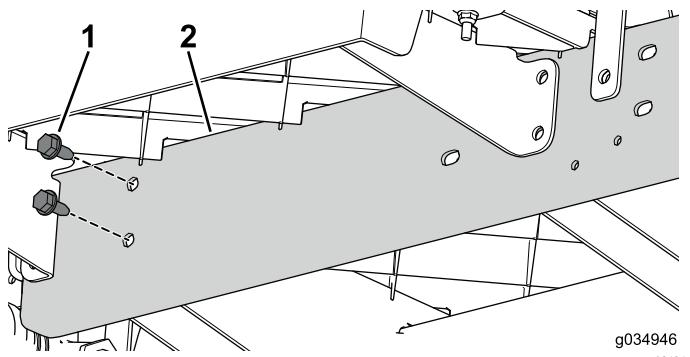

图26
6. 使用 2 个螺栓  $5/16 \times 3/4$  英寸将延长轨道松松地安装到机器前部的中央通道上图26。